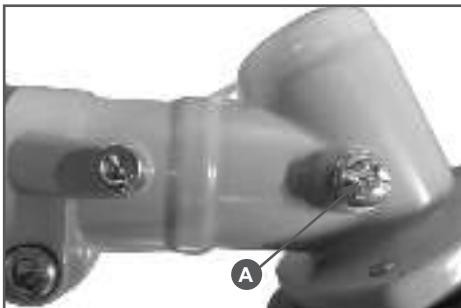

Рис.18 Болт отверстия для смазки редуктора
Через 20 часов работы, но не реже одного раза в сезон, необходимо проверять и добавлять смазку в редуктор. Для смазки редуктора и вала штанги рекомендуется использовать универсальную смазку для редуктора CHAMPION EP-0, либо аналогичную смазку других производителей. Необходимо открутить болт (A) Рис.18 и с помощью шприц-масленки добавить смазку (примерно 5-10 см3).